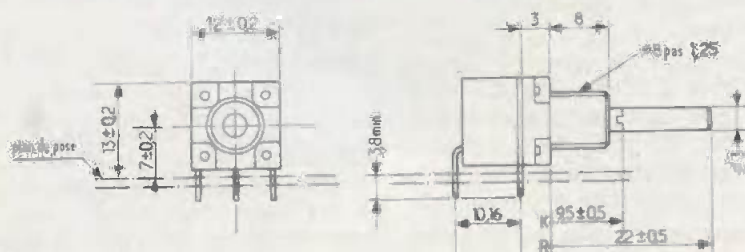

Fig. 7
**Exemple : P145 Sfernice.** Boîtier métallique carré 12 mm, épaisseur 10,2 mm, étanche, sorties par perles de verre, axe 3 mm ou 4 mm. On commande par tournevis, loi linéaire 100 Ω à 2,2 MΩ, 0,5 W à 70 °C; lois non linéaires : 10 kΩ à 1 MΩ, 0,2 W à 70 °C (fig. 7).